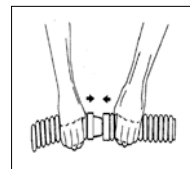

Figure 4
L'appareil comporte onze (11) tuyaux de raccordement flexibles de 81 centimètres de long et un (1) tuyau principal de 81 centimètres avec un embout gris. Connecter les sections de tuyau du nettoyeur les unes aux autres. Pour ce faire, il faut introduire fortement et tourner l'extrémité mâle de chaque tuyau dans l'extrémité femelle d'un autre tube (Voir Figure 4). Selon la dimension et la forme de votre piscine, toutes les sections de tuyau ne seront pas toutes utilisées. Cependant, **le tuyau principal DOIT TOUJOURS être utilisé, sinon votre nettoyeur ne fonctionnera pas correctement.** Ne pas serrer les raccords à fond, mais ceux-ci **DOIVENT** être néanmoins assez fortement serrés pour empêcher toute fuite d'air. Il est recommandé de mouiller les embouts de tuyau pour faciliter le raccordement des sections de tuyau.